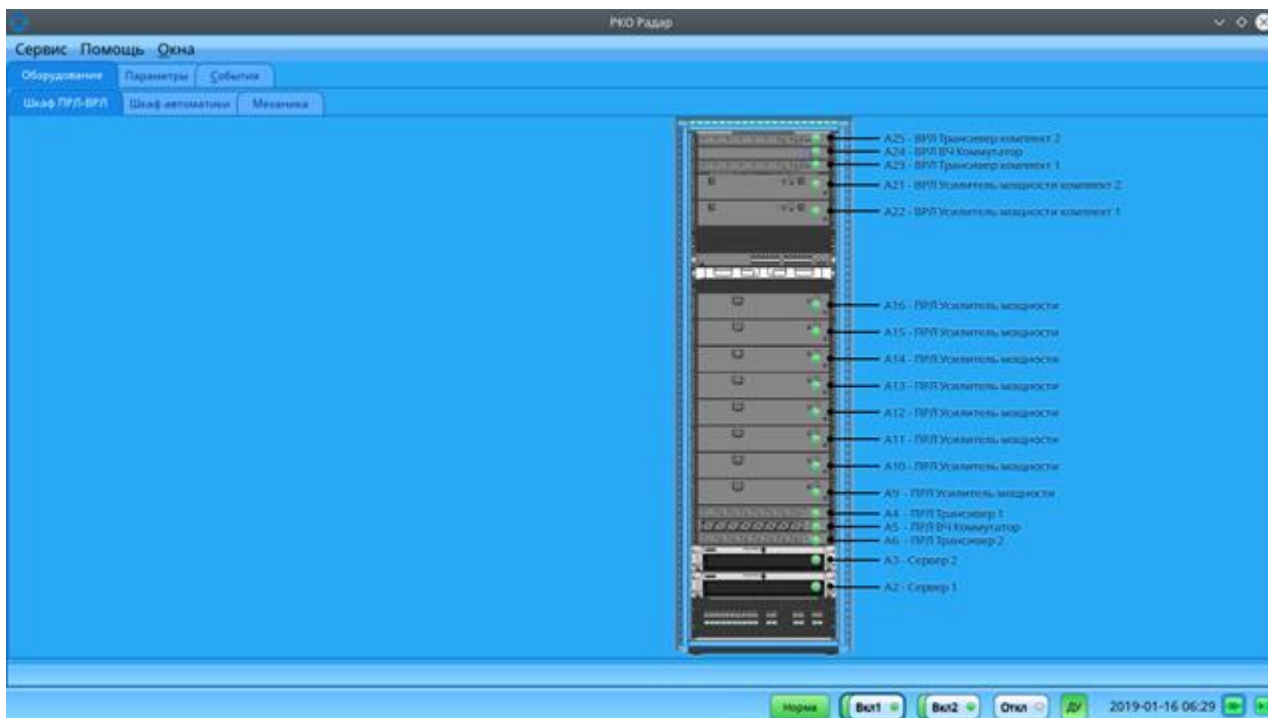

Рисунок 6 Вид вкладки "Шкаф ПРЛ-ВРЛ"
3.2.1.3 Состояния усилителей, трансиверов, ВЧ-коммутаторов и серверов отображаются на вкладке «Шкаф ПРЛ-ВРЛ» (рисунок 6).